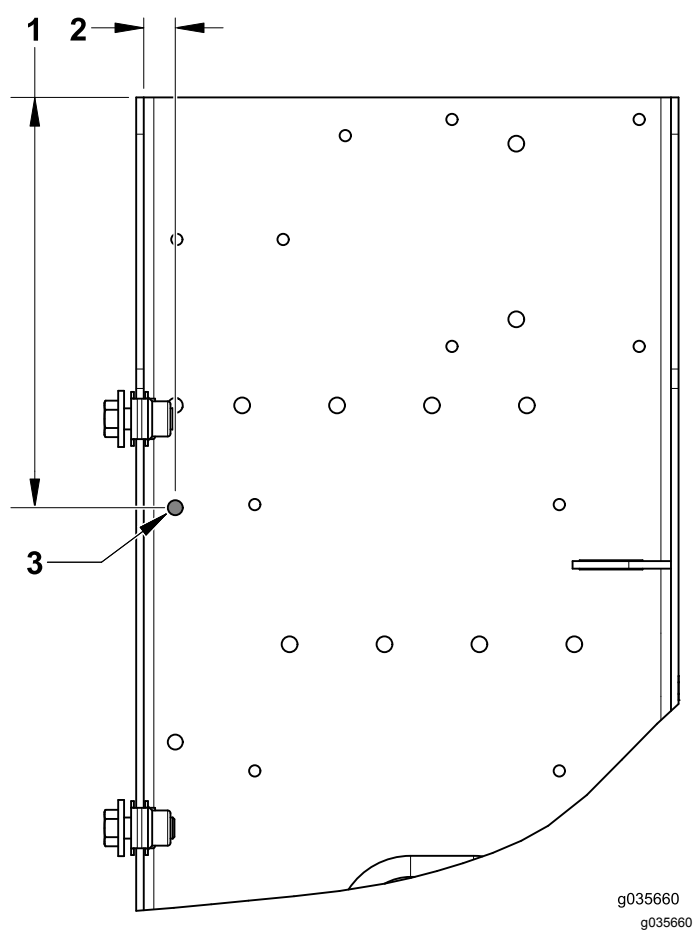

Figura 9
5. Localice y perfore el siguiente taladro para el controlador (Figura 9).